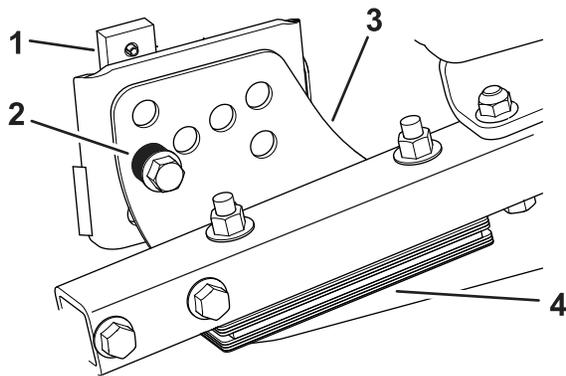

図 75
1. 刈り高ブラケット前、左、右のうち1つをデッキのフレームから外す **図 75**。
2. デッキフレームとブラケットとの間に厚さ 1.5 mm または 0.7 mm のシム、場合によってはこれらの両方を挿入して、希望する刈り高を達成する **図 75**。